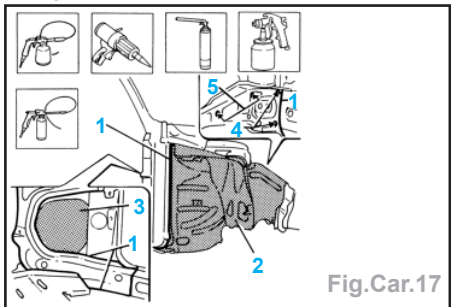

Fig.Car.17
- Effectuer une soudure de colmatage dans les trous que l'on vient de percer (2).
- Mastiquer les lignes de jonction (1) entre les éléments de rechange et le véhicule (Fig.Car.17).